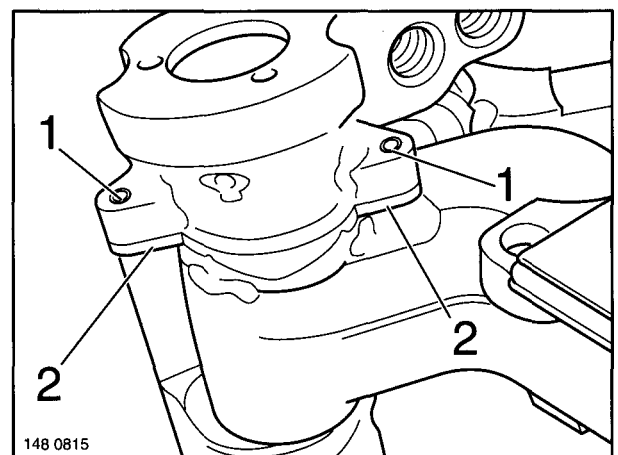

Fig. 15
(13) Drive thick spring pins into the mountings in the steering swivel and the shaft thrust ring in such a way that the slots (Fig. 15/1) are always in the direction of rotation of the steering swivel.
(14) Then drive the thin spring pins into the thick spring pins in such a way that the slots are opposite.
(15) Continue to drive both spring pins until they project a little at the bottom of the shaft thrust ring (Fig. 15/2). Then drive them back until the shaft thrust ring rests against the steering swivel and the spring pins still project approx. 1 mm. Position the spring pins in the bores of the steering swivel with two blows of a centrepunch.
(13) Emmancher des goupilles épaisses dans les éclisses de la fusée directrice et de la rondelle à cames de sorte que les fentes (figure 15/1) soient toujours dans le sens de rotation de la fusée.
(14) Engager ensuite les goupilles minces dans les goupilles épaisses de manière à ce que les fentes soient à l'opposé l'une de l'autre.
(15) Enfoncer les deux goupilles jusqu'à ce qu'elles dépassent quelque peu le bord inférieur de la rondelle à cames (figure 15/2). Ensuite, les chasser dans l'autre sens jusqu'à ce que la rondelle à cames soit au contact de la fusée et que les goupilles dépassent encore d'env. 1 mm. Donner deux coups de pointeau pour mater les goupilles de part et d'autre de la fusée.
(13) Dicke Spannstifte in die Laschen am Lenkschenkel und der Wellendruckscheibe so einschlagen, daß die Schlitz (Fig. 15/1) immer in Drehrichtung des Lenkschenkels liegen.
(14) Anschließend die dünnen Spannstifte in die dicken Spannstifte so eintreiben, daß die Schlitz gegenüberliegen.
(15) Beide Spannstifte so weit durchschlagen, bis sie an der Unterkante der Wellendruckscheibe (Fig. 15/2) etwas hervorstehen. Anschließend wieder so weit zurücktreiben, bis die Wellendruckscheibe am Lenkschenkel anliegt und die Spannstifte noch ca. 1 mm hervorstehen. Spannstifte mit je zwei Kömerschlägen an den Bohrungen des Lenkschenkels verstemmen.